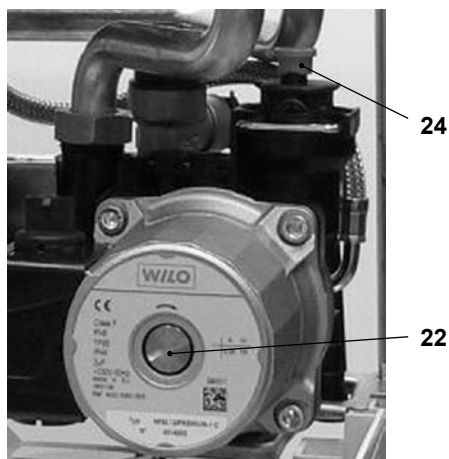

Figura 6.3
- Allentare il tappo della valvola di sfiato automatica 24 in Figura 6.3.
- Togliere il tappo 22 in Figura 6.3 e sbloccare la pompa ruotando il rotore con un cacciavite.